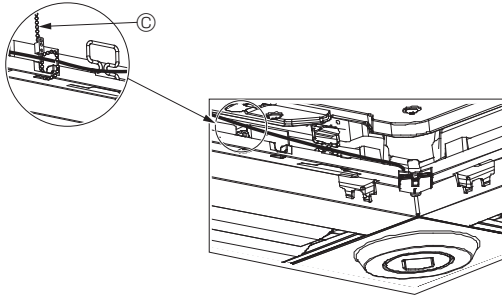

Fig. 5-13
- i-See-Sensor- und Signalempfängerkabel mit dem Kabelbinder so an der Platte sichern (siehe Abbildung), dass kein Kabel durchhängt und dann das überstehende Kabelbinderende abschneiden. (Fig. 5-13)
- Wenn die Position des i-See-Sensors von "o" (E) auf "□" (F) geändert worden ist, ebenfalls die Schalterstellungen ändern. (Siehe Seite 27.)